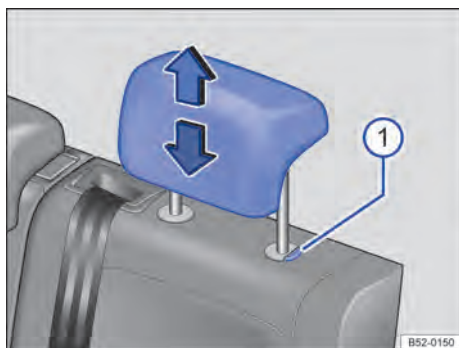

Fig. 70 Apoio para cabeça traseiros: ajustar.
- Deslocar o apoio para cabeça para cima ou para baixo na direção da seta com o botão → Fig. 70 ① pressionado → ▲ em *Introdução ao tema* na página 84.